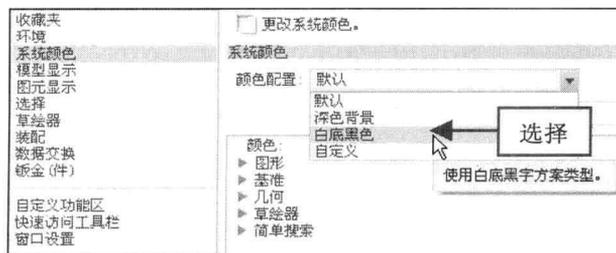

图 1-14 选择【白底黑色】选项
步骤 ② 单击【颜色配置】右侧的下拉按钮，在弹出的【颜色配置】下拉列表中选择【白底黑色】选项，如图 1-14 所示。